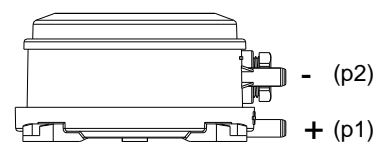

图 8
2. 软管连接。配件中提供了一条长 2m,内径 5.0mm 的塑料软管,可视现场情况裁减使用。建议用尽可能短的软管,连接上述采样头和开关体上的压力接口。高压端接到“+”或“P1”口,位于开关体的底部。低压端接到“-”或“P2”口,位于开关体的中部,如图 8。